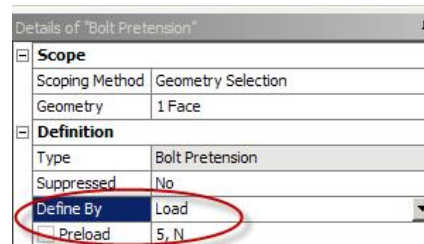

Рис. 6.34
- *Load* – задается величина силы предварительного натяжения (параметр *Preload*) (рис. 6.34);